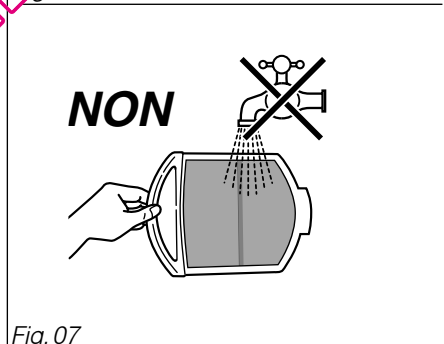

Fig. 07
**Il ne doit surtout pas être passé sous l'eau (Fig. 07).**